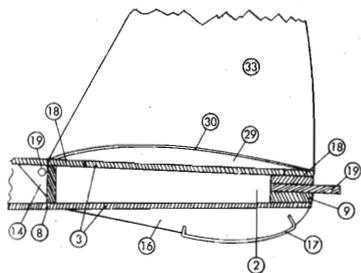

Fig. 558. Coda della fusoliera in sezione.
Incolliamo ora la parte (15), montiamo la parte (19), dopo aver chiuso con un cuneo di balsa la poppa della fusoliera. Incolliamo poi, sotto la poppa, il pezzo (16) per il pattino e proteggiamo il suo bordo inferiore con un pezzetto di filo d'acciaio (17) che, dopo averlo piegato nel modo esatto, installeremo e fissereмо con collante duro (fig. 558). Dopo aver tagliato, superiormente nella poppa della fusoliera, due aperture, inseriamovi due strisce (18) come base per i timoni.